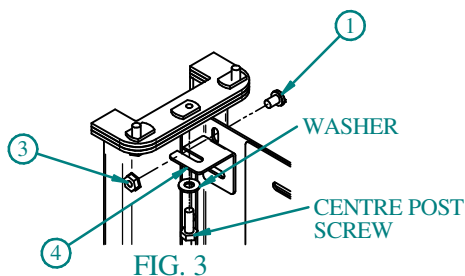

FIG. 3
- INSTALL BRACKET AS SHOWN FIG. 3